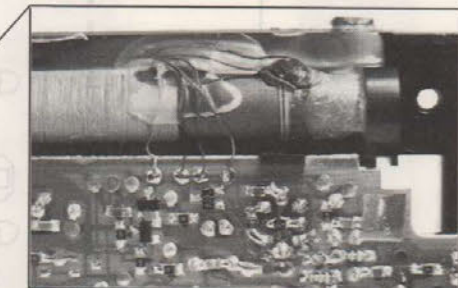

Fig.10
- Leiterplatte an der Batteriefachseite anheben und aus den oberen Rastungen ziehen. **Achtung: Die Anschlüsse der Ferritantenne sind sehr kurz (Fig.10).**
- Lift the PCB at the side of the battery case and pull it out of the top side latches. **Attention: The connections of the ferrite antenna are very short (Fig.10).**